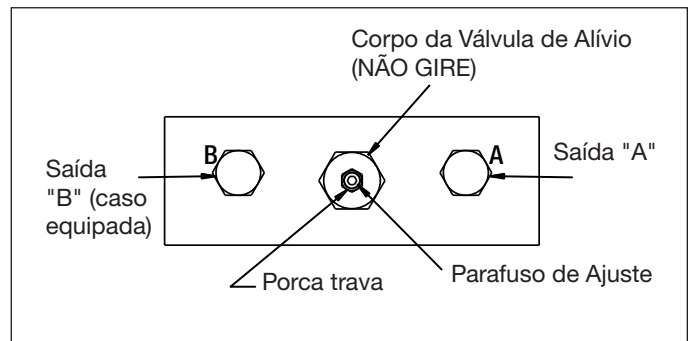

Figura 10
1. Instale um manômetro 0-1,035 bar [1 a 0-15,000 psi] na saída “A” (ver figura 10).
1. Instale um manômetro 0-1,035 bar [l a 0-15,000 psi] na saída "A" (ver figura 10).